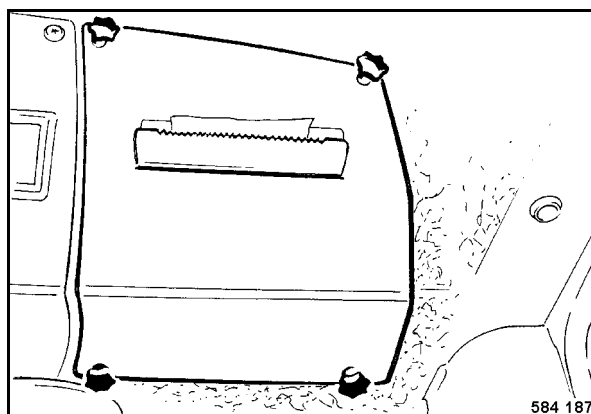

Fig. 134
- Desenroscar las empuñaduras de estrella (Fig. 134) y retirar la cubierta.